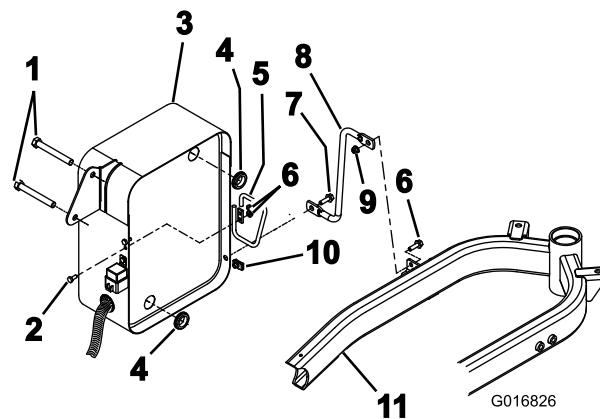

Figura 4
1. Instale os 2 olhais de borracha no lado traseiro do suporte do dispositivo de arrefecimento de óleo (Figura 4).
3. Instale o suporte de arame prendendo a extremidade superior na estrutura e a extremidade inferior na montagem do cilindro utilizando 2 parafusos flangeados de cabeça hexagonal (5/16 x 1 pol.), uma porca flangeada (5/16 pol.) e uma porca Tinnerman (Figura 4).
Nota: Se tiver um kit de tracção às 3 rodas, o suporte de arame deve ser inserido entre os dois tubos hidráulicos. Instale, também, um arame de tubo no lado do suporte do dispositivo de arrefecimento de óleo com 2 parafusos de cabeça hexagonal (1/4 x 5/8 pol.) e 2 porcas flangeadas hexagonais (1/4 pol.) para os 2 tubos que passam nele (Figura 4).